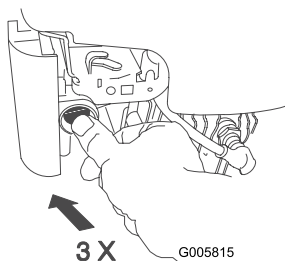

Figura 15
1. Con il pollice, spingete tre volte lo starter con forza, lasciandolo inserito ogni volta per un secondo prima di rilasciarlo (Figura 15).